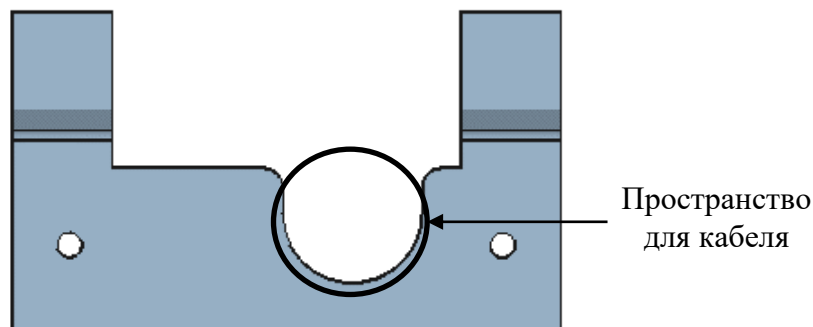

Рисунок 6 – Пространство для кабеля на монтажной пластине
2.3.4.5 Осуществите прокладку кабелей в соответствии с рекомендациями, изложенными в пункте 2.3.2. Кабель должен свободно размещаться в специально предназначенном для него пространстве монтажной пластины (см. рисунок 6).